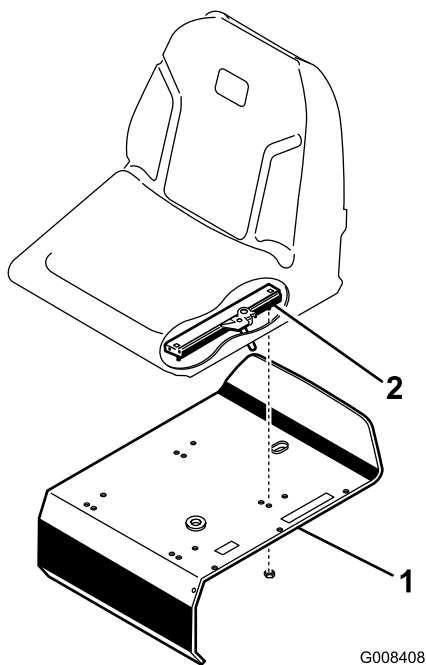

Рисунок 3
3. Прикрепите полозья сиденья к опоре сиденья контргайками (5/16 дюйма), входящими в комплект поставки в виде отдельных деталей (Рисунок 3).